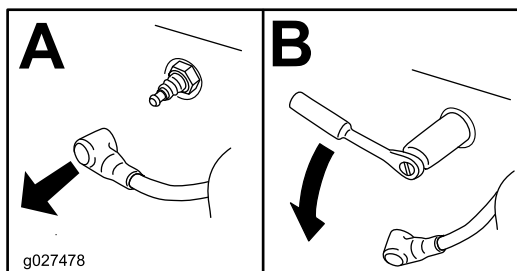

Figura 40
3. Retire la bujía (Figura 40).